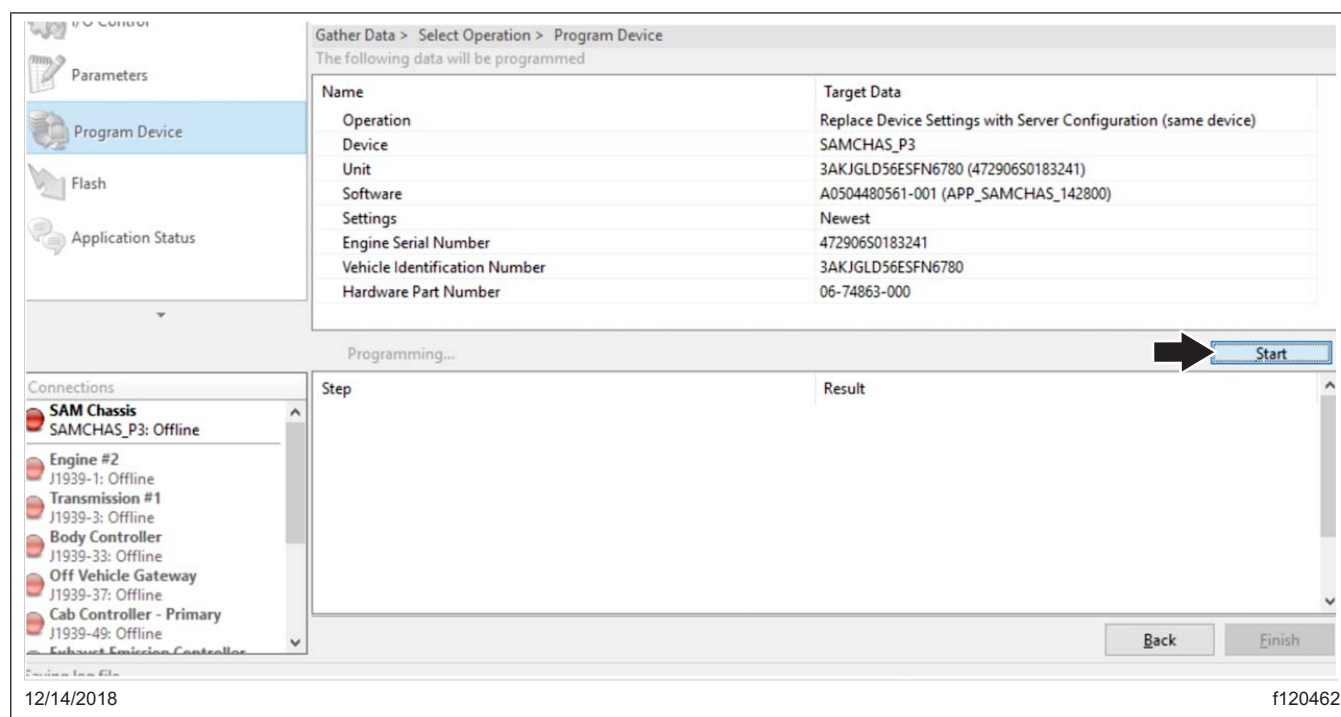

Fig. 10, Programmation du contrôleur
13. Vérifiez le NIV et le numéro de pièce du matériel. Cliquez sur « Start » (Commencer) pour programmer le contrôleur. Le logiciel sera actualisé et le nouvel ensemble de paramètres sera inscrit dans le contrôleur du véhicule. Reportez-vous à la figure 10.